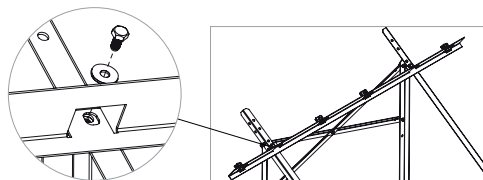

Figura 2.6
- 6 Ripetere per la parte superiore (Figura 2.6).